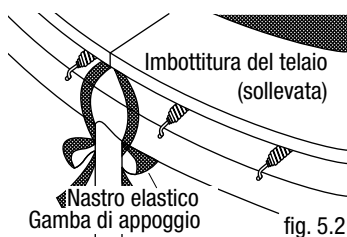

fig. 5.2
- b) Legare innanzi tutto i nastri elastici dietro le gambe di appoggio. (v. fig. 5.2)